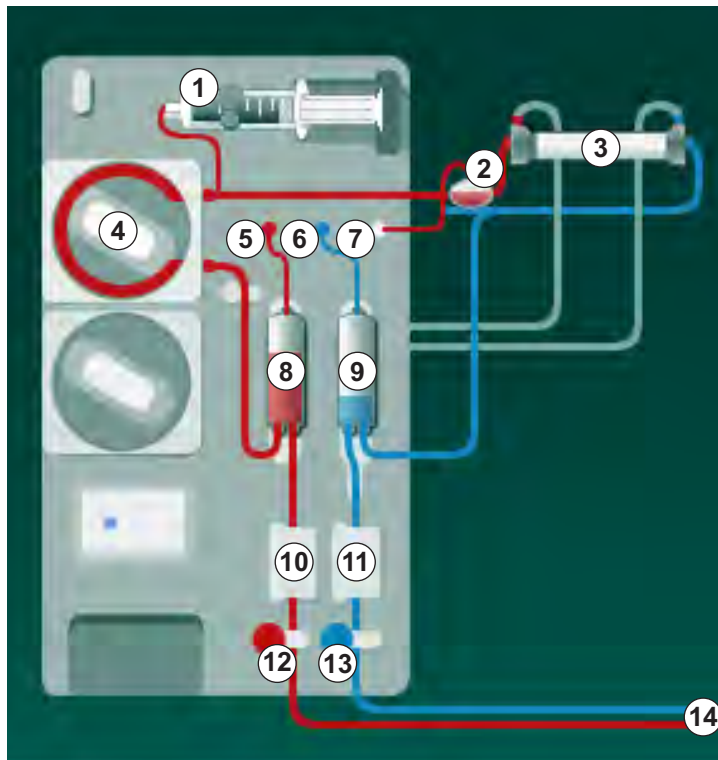

Fig. 9-3 Sette inn blodslanger – Single needle cross-over
1. Fest dialysatoren (Fig. 9-3, ③) i dialysatorholderen (se avsnittet 5.6 Koble til dialysatoren (92)).
- 5 Arterietrykksensor (PA)
- 6 Venetrykksensor (PV)